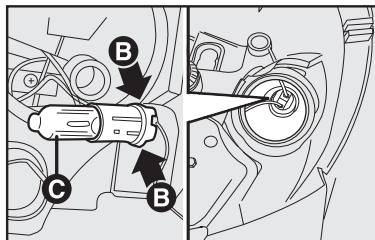

fig. 18
- presione las trabas **B** - fig. 18 y quite el portalámpara;
- saque la lámpara **C** - fig. 18 y sustitúyala;